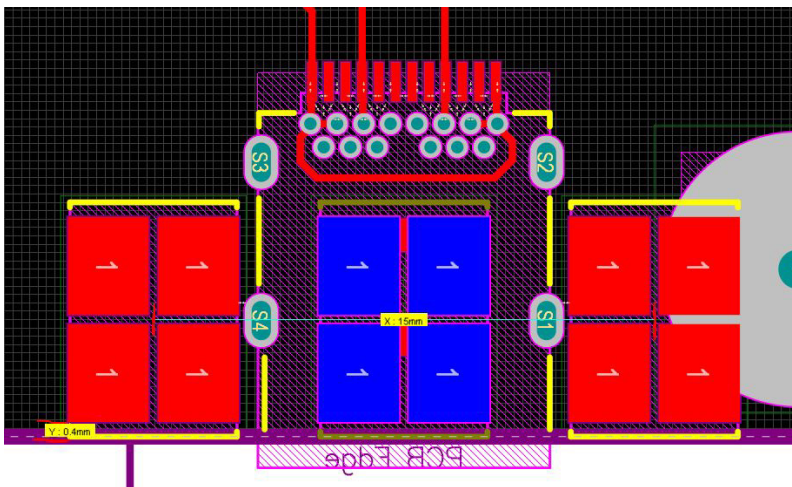
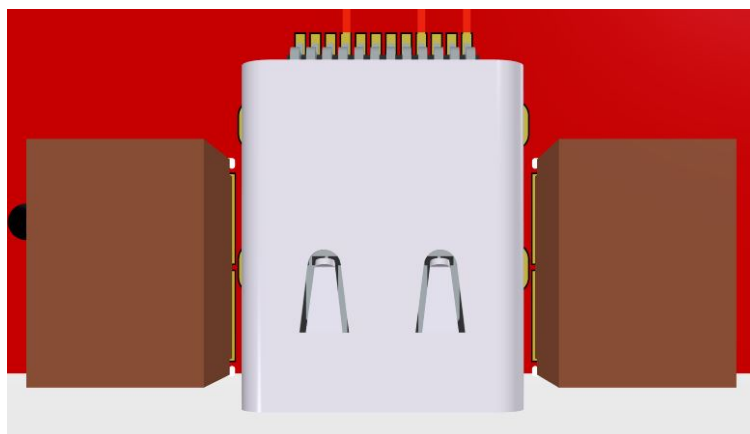

Abbildung 14: Positionierung der SMD Spacer in Relation zum USB-C
Abbildung 19: 3D Darstellung des USB-C Hybrid mit den seitlich angeordneten SMD Spacern
Die Würth Elektronik bietet zu den bestehenden USB-C Steckverbindern und Kabeln auch SMD Spacer an. Diese ermöglichen es, die schraubbaren USB-C Kabel mit in das System zu integrieren. Die Kabel unterscheiden sich in zwei Verriegelungsarten. Zum einen gibt es Kabel, die mit einer zentrischen Schraube fixiert werden und zum anderen Kabel, welche mit zwei am Rand befindlichen Schrauben fixiert werden. Der in Abbildung 14 abgebildete Layoutauszug zeigt die Platzierung dieser Spacer in Relation zum USB-C Steckverbinder. In rot sind die beiden SMD Spacer für die seitliche Zweischaubenverriegelung dargestellt und in blau der eine SMD Spacer für die zentrische Einschraubenverriegelung. Bei der Kabelverriegelung mit den zwei seitlichen Schrauben kann es in Folge des sehr geringen Abstandes zwischen den USB-C Schirmplanzen und dem SMD Spacer zu Lötbrücken kommen. Diese wirken sich aber nicht nachteilig auf die Funktionalität des Systems aus (gleiches Potential) und müssen auch nicht zwingend behoben / nachgearbeitet werden.
- Die Spacer müssen an der Leiterplattenkante positioniert werden (Lötpads des Spacers befinden sich 0.40 mm hinter der Leiterplattenkante und erschweren somit nicht die Leiterplattenfertigung und auch nicht den Bestückungs- und Lötprozess (siehe Layout Abbildung 14 & Abbildung 19 nach Bestückung).